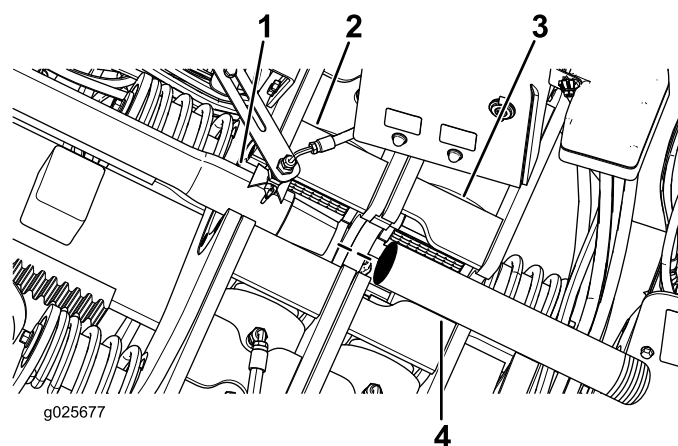

Рисунок 52
2. Введите направляющую штангу сквозь нижний (неподвижный) захват, как показано на Рисунок 52.